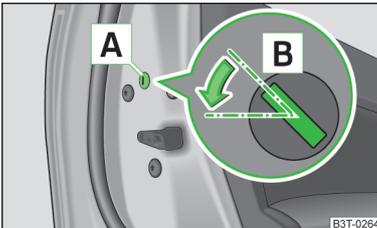

Abb. 192
- › Die Blende **A** abbauen » Abb. 192.